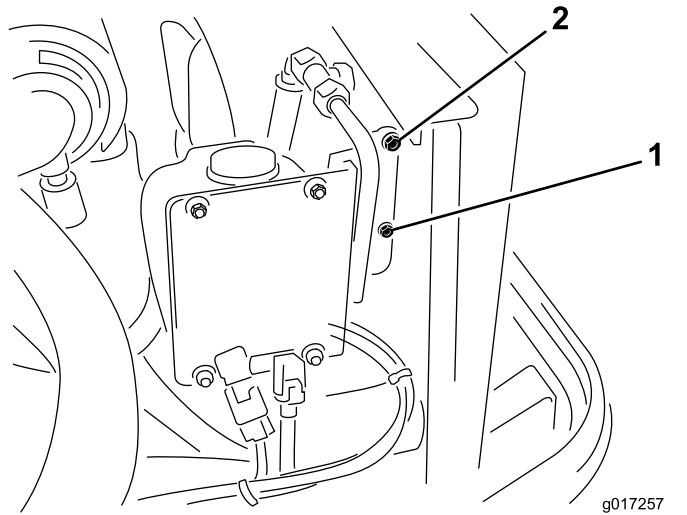

図 17
- ラジエターハウジングの左側からボルトを外し捨てないこと、図 17 のように、ウォッシャーボトル・ワイヤハーネス・アセンブリを配置する。